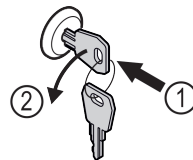

Fig. 167
- ▶ Sätt in nyckeln. Fig. 167 (1)
- ▶ Vrid nyckeln 90° moturs. Fig. 167 (2)